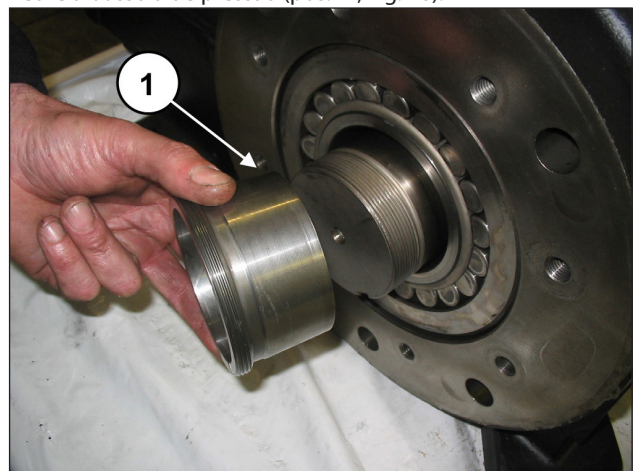

Fig. 26
Retire a bússola de pressão (pos. ①, Fig. 26).